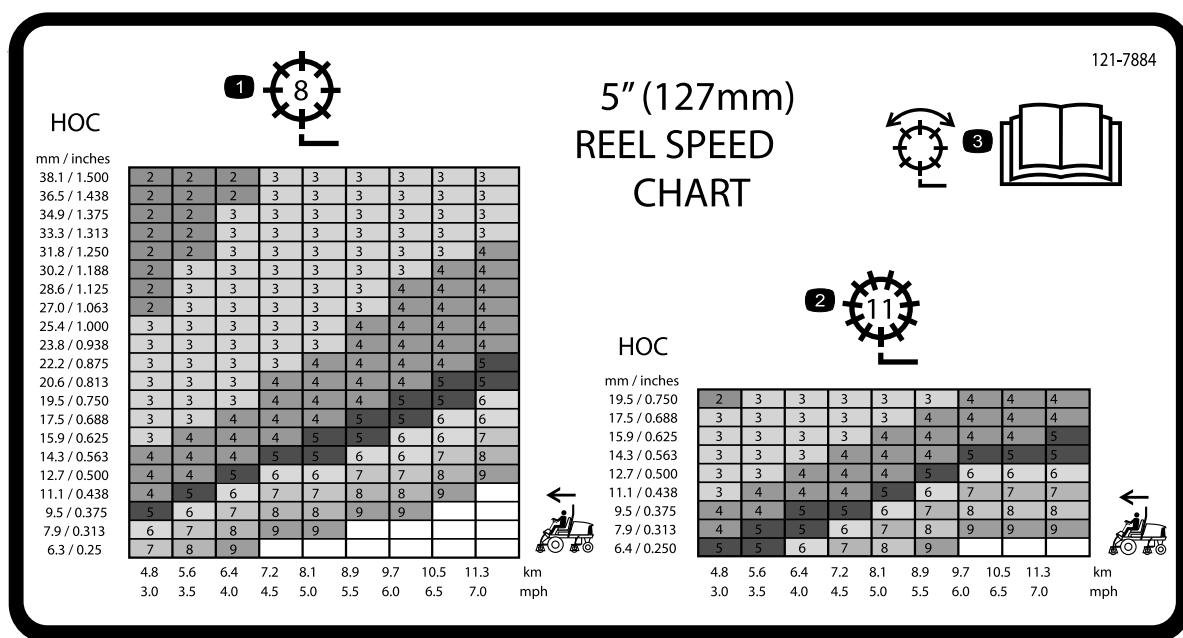
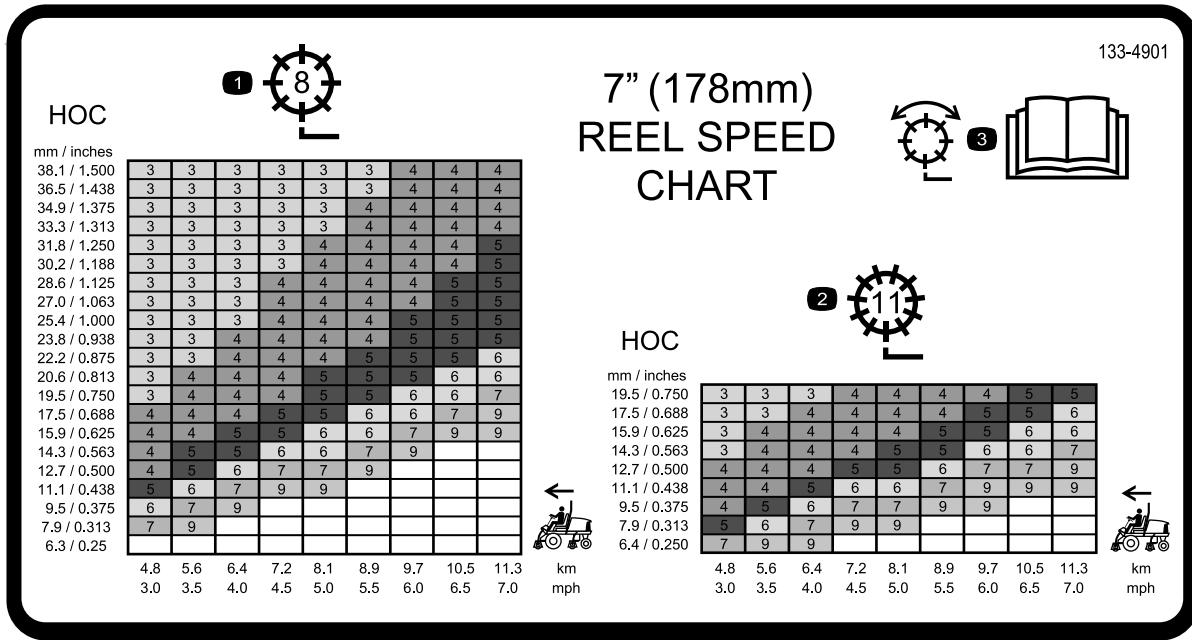

Figura 35
Figura 36
3. Consulte el gráfico de la pegatina que contiene la tabla de velocidades de los molinetes (Figura 35 y Figura 36) para determinar el ajuste correcto de los molinetes.